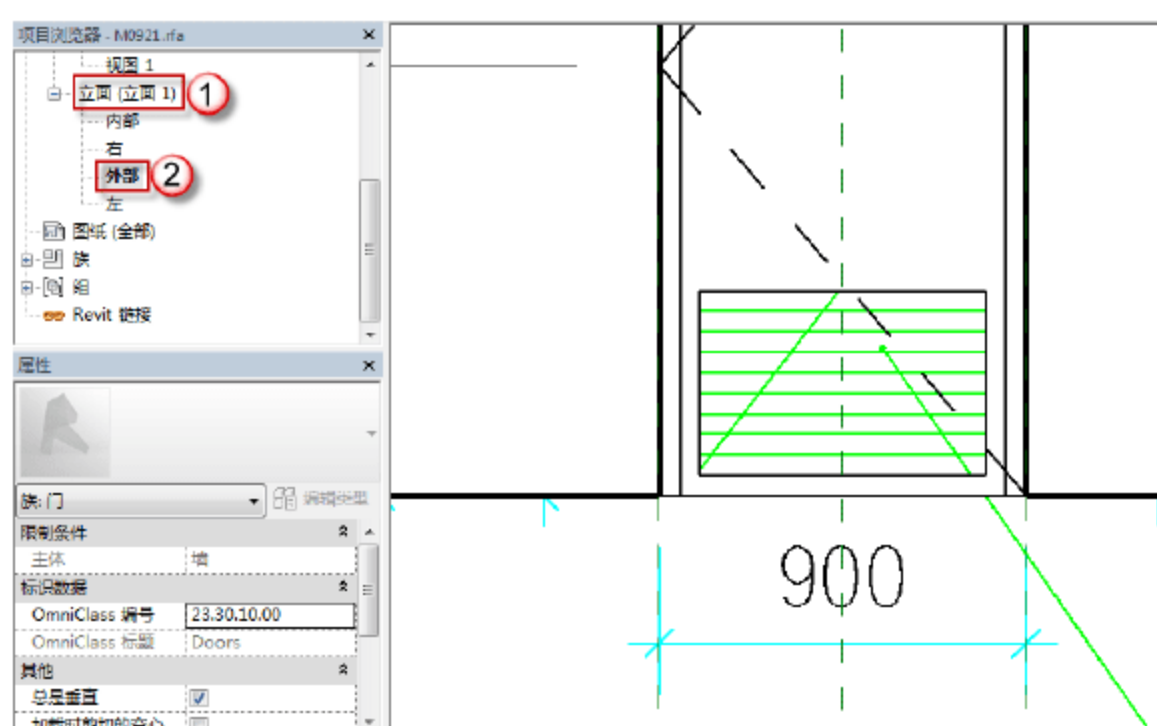

图 6.1.25 M0921 的外部立面视图 2
(25) 选择“项目浏览器”中的“立面（立面 1）”→“左”选项，可以进入 M0921 的外部立面视图，如图 6.1.25 所示。